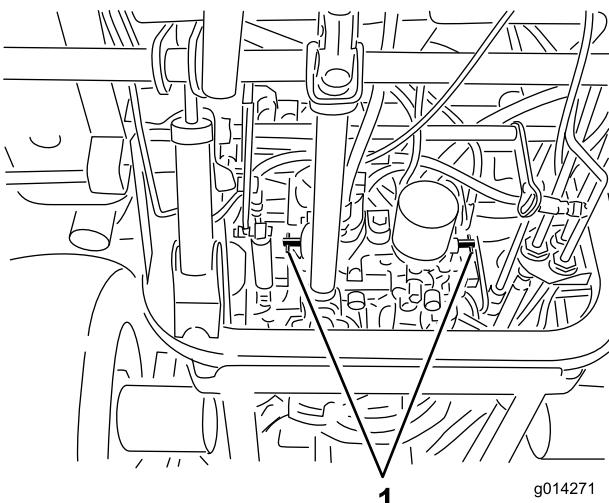

図 19
- 各バイパスバルブを左回りに1回転させる図 19。
各バイパスバルブを右回りに1回転させ、手で普通に締めてください締め付けトルクで約 8 N·m/0.8 kg.m(図 19)。